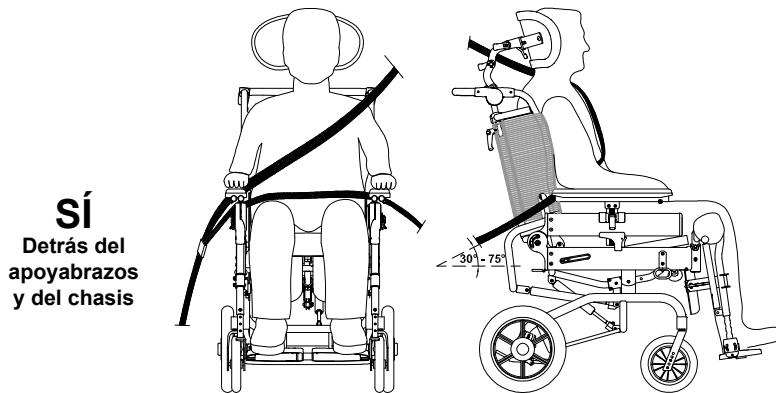

Fig. 3
- fig.2 pág. 14) y 2) el accesorio 891 – ANCLAJES (4 anillos) (ver fig. 1 pág.12, fig. 2 pág. 13 y fig.3 pág.14)
- para que funcionen eficazmente, los cinturones de sujeción deben adherirse bien al cuerpo del usuario: prestar atención para que los componentes o las piezas de la silla de ruedas, como las ruedas o los laterales no los alejen (ver fig.3 y 4 pág.14).
- el cinturón diagonal torácico debe colocarse sobre los hombros, (ver fig.3 pág.14)
**¡ATENCIÓN!** El cinturón pélvico debe colocarse bajo, de tal modo que el ángulo del mismo se encuentre en la zona preferida de 30 a 75 grados (ver fig. 3). De todos modos, es preferible un ángulo mayor en el interior de la zona indicada.